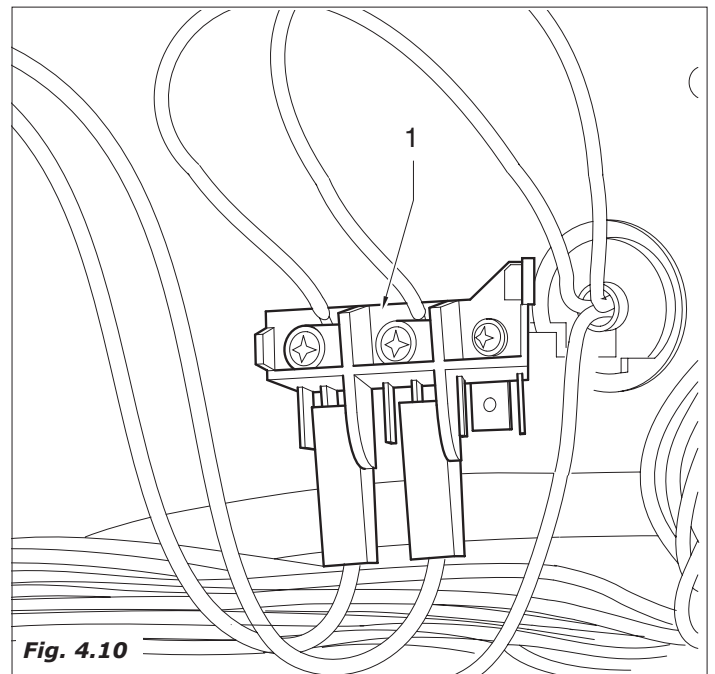
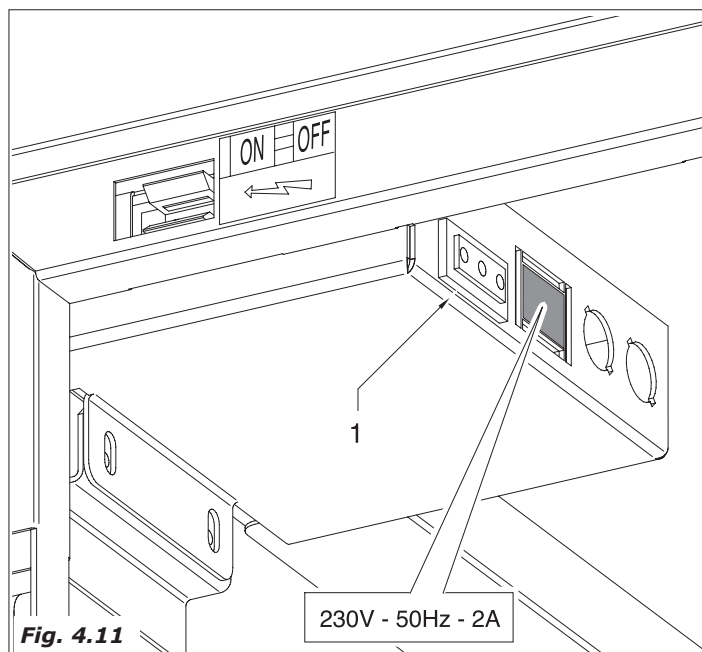

Fig. 4.10
Fig. 4.11
Restano sotto tensione, la morsettiera del cavo di alimentazione (Fig.4.10-pos.1) e la presa di servizio all'interno del distributore automatico (Fig.4.11-pos.1).